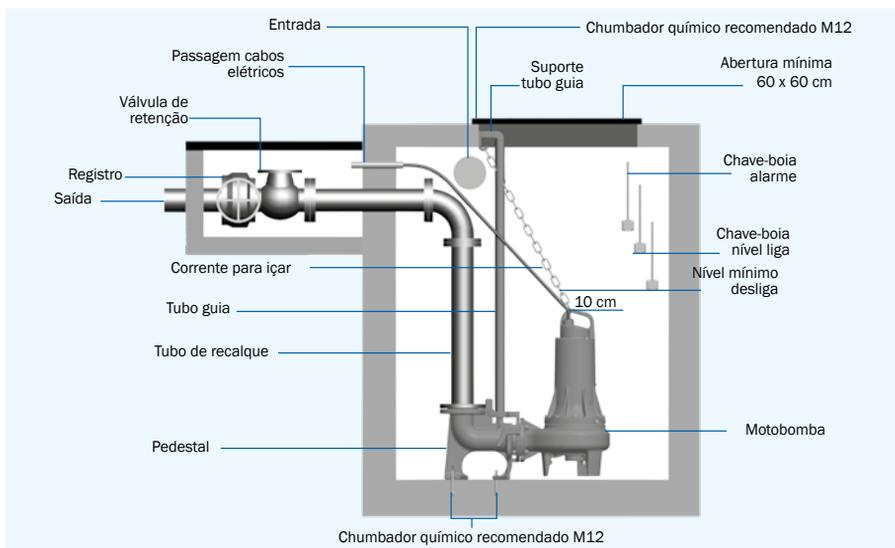

Figura 6 - Instalação da motobomba com pedestal em uma elevatória.
- A instalação pode ser móvel com tubo ou mangueira, ou em pedestal com Sistema de Acoplamento Direto (figura 6).
Automático de nível mal posicionado / boia elétrica	<ul style="list-style-type: none"> Posicione o automático de nível conforme figura 6.